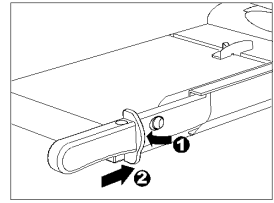

Fig. 4
- Appuyez vers le bas sur le blocage du bras (Fig. 4/1).
- Tirez en même temps le bras vers l'arrière par la poignée (Fig. 4/2).